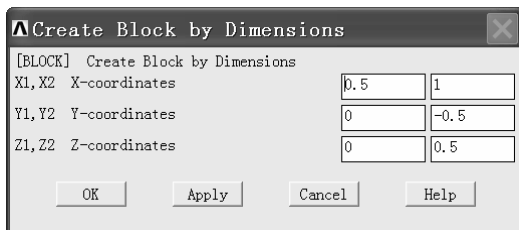
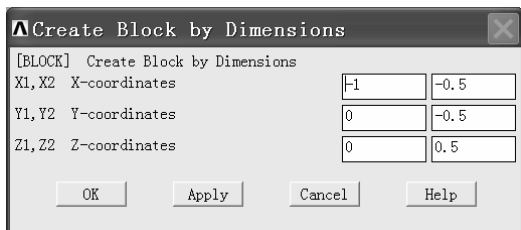

图 3-148 “Create Block by Dimensions”窗口
图 3-149 “Create Block by Dimensions”窗口
- (6) 依次选择 Main Menu>Preprocessor>Modeling>Create>Volumes>Block>By Dimensions, 弹出“Create Block by Dimensions”窗口。按图 3-148 所示在各个数据框内输入相应数据, 然后单击“Apply”按钮生成第二个方块。按照图 3-149 所示继续在各个数据框中输入数